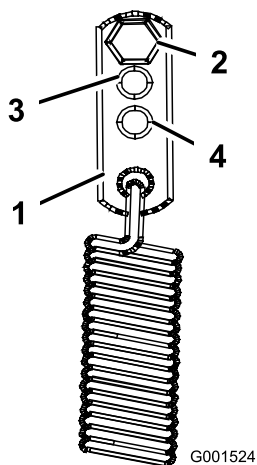

Figure 44
- Pour des conditions de conduite plus difficiles, déplacez les ancrages de ressort aux positions service moyen ou lourd (Figure 44). Les ancrages de ressort sont fixés au coin arrière supérieur des protections de la transmission hydraulique sur les côtés gauche et droit de la machine.
Le levier du frein de stationnement est situé sur le côté droit de la machine (Figure 44). Si le frein de stationnement ne reste pas serré correctement, réglez-le.